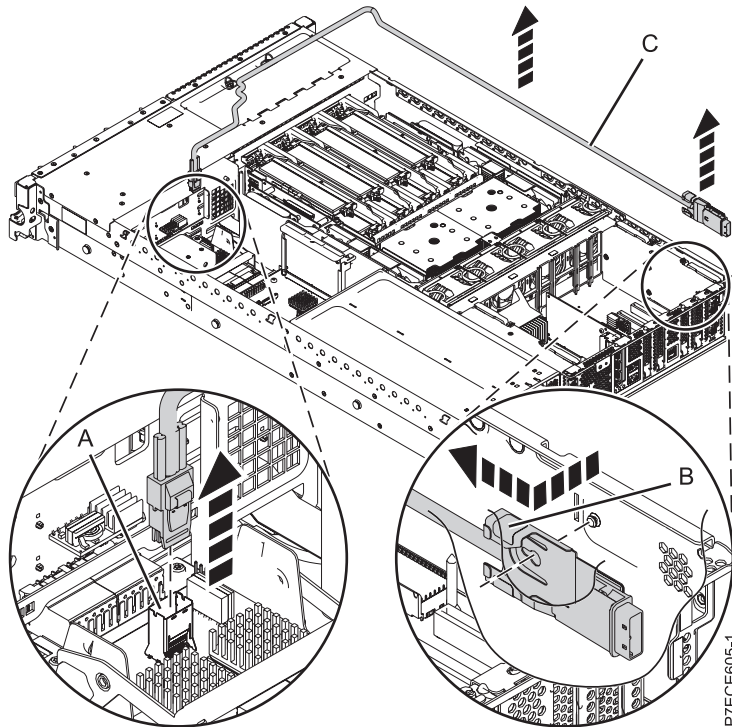

Figure 27. Retrait du port SAS externe
9. Tirez sur le support de câble au niveau du point bleu (B) et faites sortir le câble SAS par de l'ouverture réservée au port SAS externe ménagée à l'arrière du boîtier. Pour plus d'informations, voir figure 27, à la page 47.
10. Retirez le câble SAS (C) du système.
11. Appuyez sur le loquet du connecteur SAS (A), puis sortez le câble du capuchon situé sur l'interposeur de stockage du système.